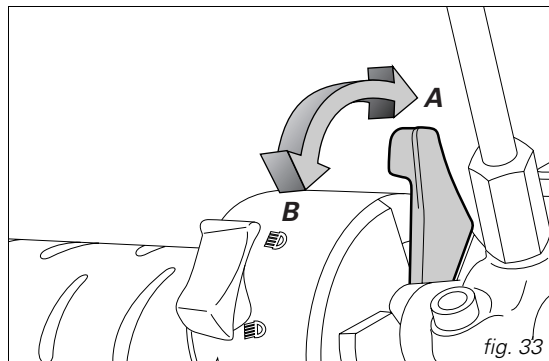

fig. 33
2) Déplacez le levier de starter en position (B) (fig. 33).